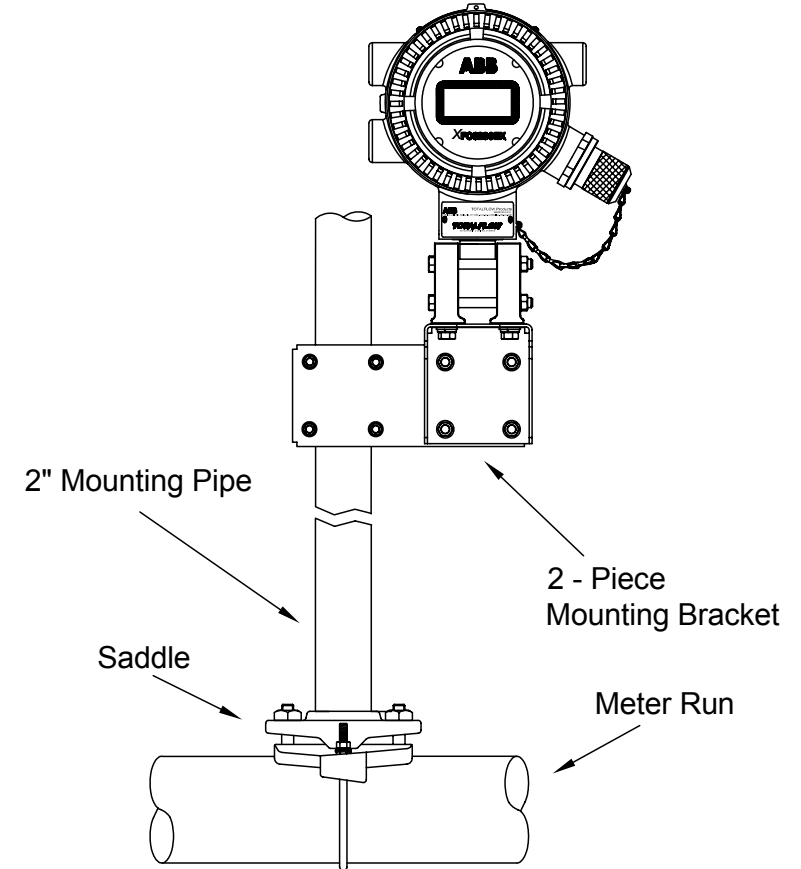
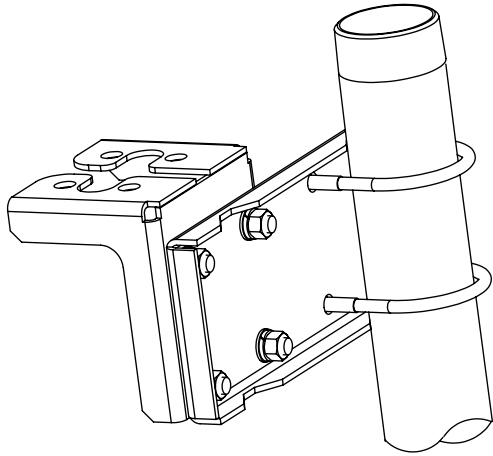
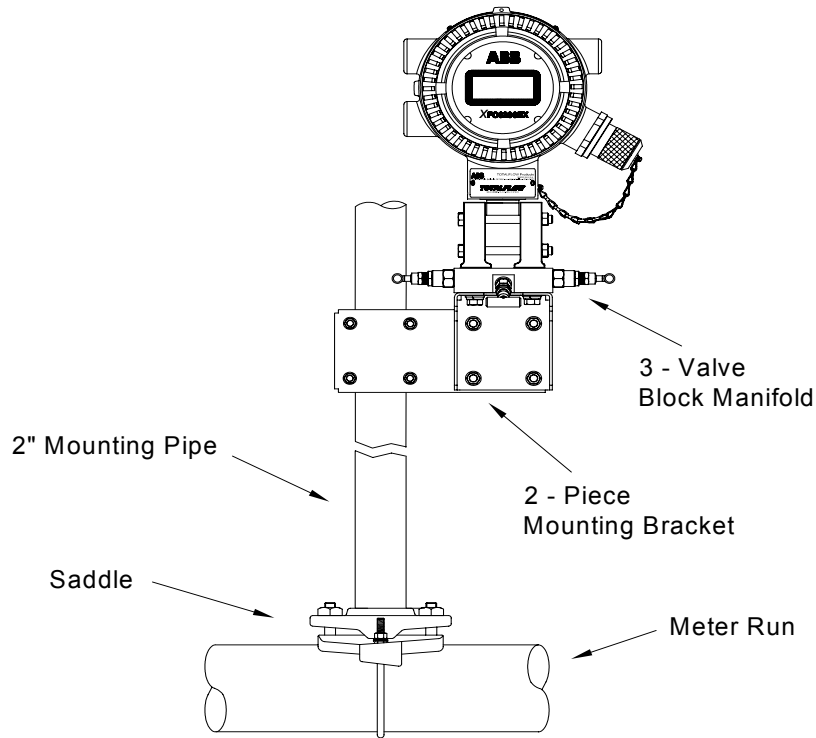

Figure 1 (installation type)
Figure 2 (kit d'installation latérale réf. 2101913)
Figure 3 (installation type du bloc manifold)
3. Installez le support du 6200EX (selle de raccordement, installation directe, canalisation indépendante, etc.). Si vous installez la canalisation sur un compteur, utilisez un kit d'installation de selle, comme illustré à la figure 1. Des kits d'installation de selle de différentes tailles sont disponibles, en fonction de la taille du compteur. Si vous installez le 6200EX sur une canalisation, utilisez le kit d'installation de support à 2 pièces (réf. 210193) comme illustré à la figure 2. Fixez le support d'installation latéral à la canalisation de 5 cm à l'aide des deux boulons en U puis fixez le support d'installation 6200EX à l'aide du matériel disponible. Le 6200EX peut se trouver d'un côté ou de l'autre de la canalisation, suivant la façon dont le support d'installation latéral a été installé (voir figure 1). Utilisez de la silicone à pulvériser ou du ruban Teflon afin d'éviter les éraillures du filetage.
4. La méthode utilisée pour installer le 6200EX à l'aide du kit d'installation dépend de l'utilisation d'un manifold séparé ou d'un bloc manifold. Pour les manifolds séparés, installez le 6200EX directement sur le support comme illustré à la figure 1 puis vissez la tubulure du manifold séparé dans le bas du transducteur du 6200EX. Si un bloc manifold est utilisé, placez le manifold entre le transducteur du 6200EX et le haut du support, comme indiqué à la figure 3. Les blocs manifolds illustrés à la figure 3 peuvent être installés avec quatre boulons insérés par le dessous du support, à travers le manifold et dans les orifices filetés du transducteur 6200EX. Les blocs manifolds de plus grande taille présentant des brides en haut et en bas nécessitent un matériel séparé pour installer le manifold sur le transducteur du 6200EX et installer ensuite le manifold sur le support d'installation. N'oubliez pas d'installer les joints des brides de joint toriques dans les rainures en creux de la ou des brides du bloc manifold.